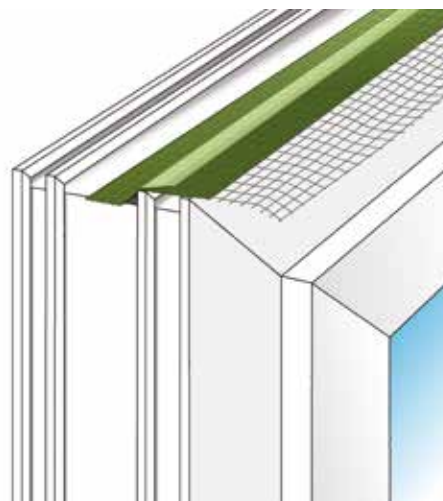

Fig 1 : coller la membrane sur le cadre de la menuiserie.
- coller la membrane, au moyen de son adhésif, sur la tranche du profilé (Fig. 1), sur tout le pourtour de la menuiserie